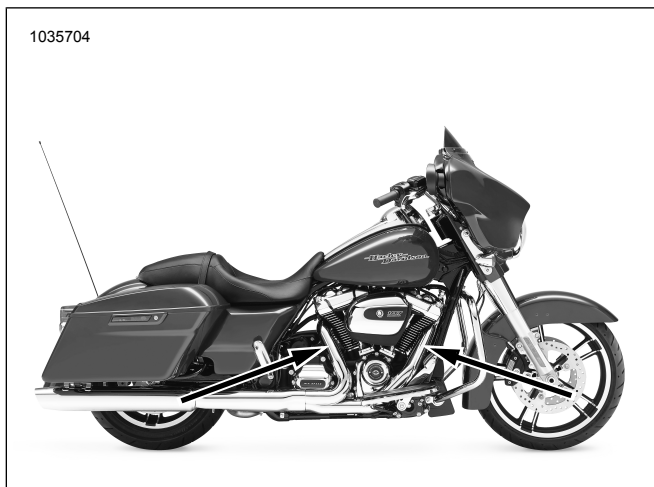

Figura 11. Localizações do sensor de oxigênio (lado interno dos canos de escape)
Veja Figura 11, Figura 52 e Tabela 5 Instale os sensores de oxigênio do coxim largo (2). Usando o soquete do sensor de oxigênio (Peça n.º HD-48262-A) aperte com torque de: